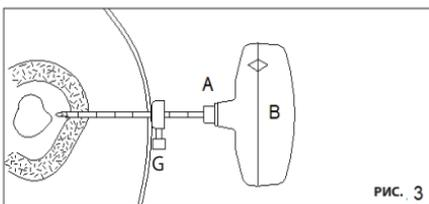

РИС. 3
РИС. 3 Осторожно, но устойчиво вращайте режущую канюлю и стилет (A+B) по часовой стрелке до достижения глубиномером (G) поверхности кожи и/или желаемого положения.